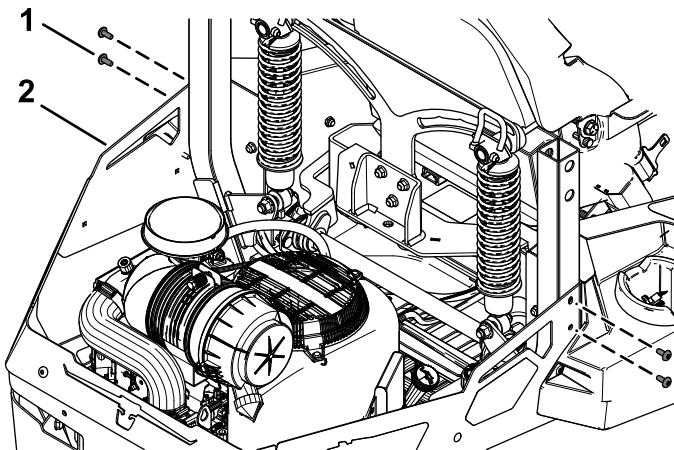

Figure 1
3. Retirez les 4 boulons à tête ronde (5/16" x 3/4") des déflecteurs arrière (Figure 1).
7. Fixez les 4 boulons à tête ronde ( $\frac{5}{16}$ " x  $\frac{3}{4}$ " ) retirés précédemment sur les déflecteurs arrière (Figure 1).